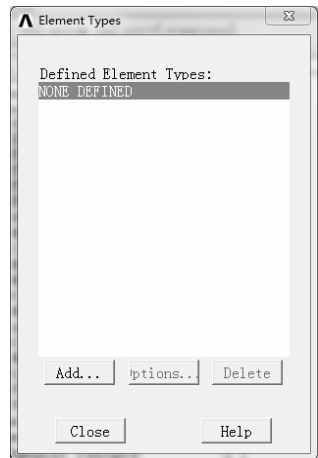

图 6-45 “Element Types”对话框
1) 选择“Main Menu>Preprocessor>Element Type>Add/Edit/Delete”命令，弹出“Element Types”对话框，如图 6-45 所示。